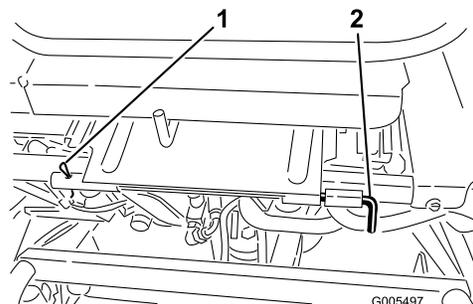

Рисунок 26
3. Опустите сиденье и снимите цилиндрический штифт, который крепит поворотный рычаг сиденья к раме (Рисунок 26).